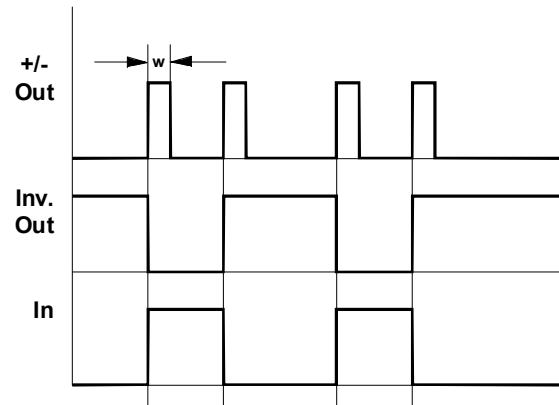

Abb. 1: Signalverhalten des A-165
③ Inv. Out
Das invertierte Trigger-Signal greifen Sie am **Ausgang ③** ab (s. Abb. 1).
④ +/- Out
Am **Ausgang ④** stehen die bei der positiven und negativen Flanke des Trigger-Signals generierten Trigger-Impulse (Pulsdauer w: ca. 50 ms) zur Verfügung (s. Abb. 1).